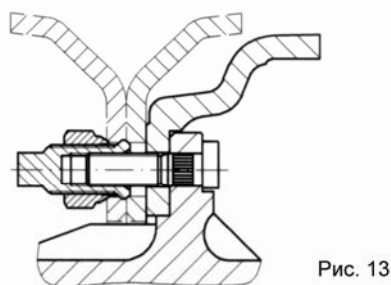

Рис. 13
- (1) Внешний тормозной барабан, сферическое расположение отверстия колесной шпильки (Рис. 13)